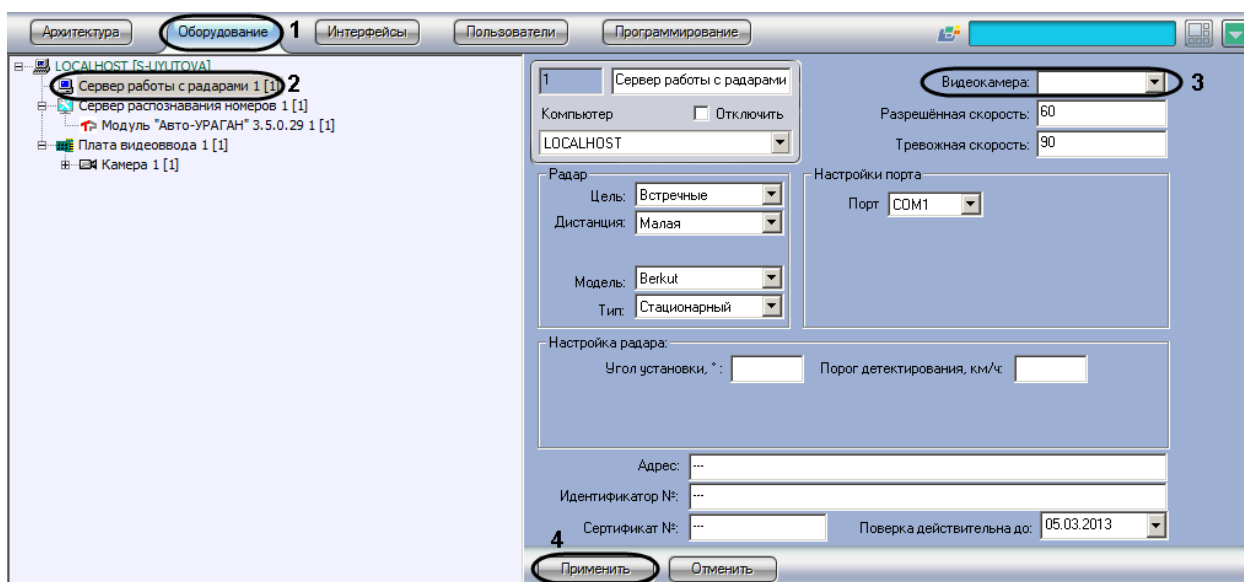

Рис. 7.3—2. Выбор объекта «Камера» для совместной работы с Сервером распознавания номеров
2. В дереве объектов на вкладке «Оборудование» выбрать объект «Сервер работы с радаром», соответствующий настраиваемому программному модулю «Радар» (см. Рис. 7.3—2, 2). В правой части вкладки «Оборудование» отобразится панель настройки выбранного объекта.
3. В списке «Видеокамера» выбрать объект «Камера», который соответствует видеокамере, настроенной для совместной работы с Сервером распознавания номеров (см. Рис. 7.3—2, 3).
4. Нажать кнопку «Применить» (см. Рис. 7.3—2, 4).